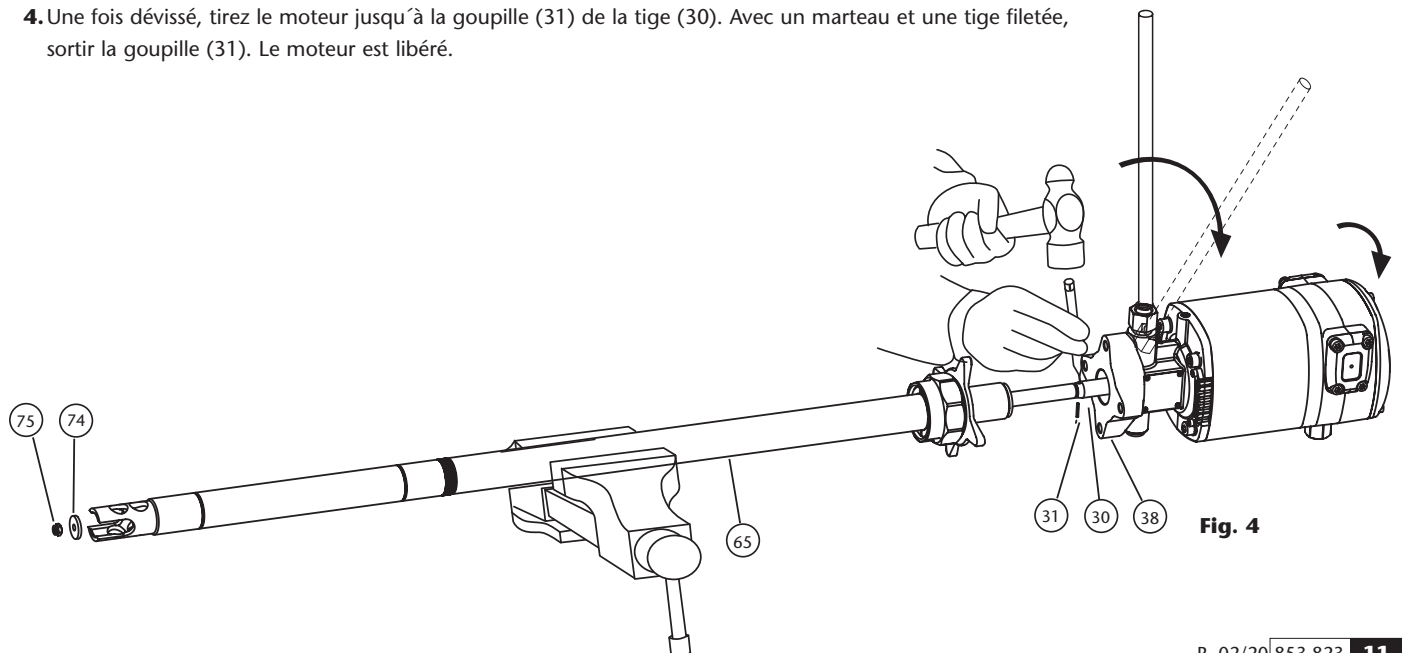

Fig. 4
1. Placez la pompe à l'horizontale sur un établi qui la soutiendra par le tube d'aspiration (fig. 4) Donner quelques coups de marteau dans le tube supérieur (65) près de l'union avec le corps (38) pour rompre le frein filet.
2. Dévissez l'écrou de l'amorceur (75) et démontez-le (74).
4. Une fois dévissé, tirez le moteur jusqu'à la goupille (31) de la tige (30). Avec un marteau et une tige filetée, sortir la goupille (31). Le moteur est libéré.